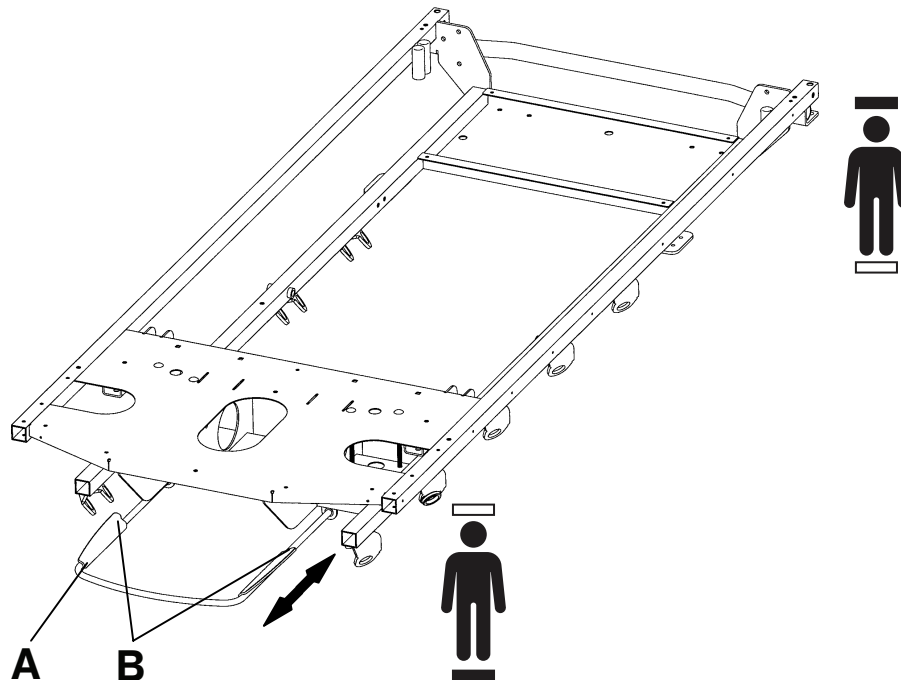

Figure 7 – Positionner le porte-conteneur à déchets
2. Sortir le porte-conteneur à déchets (A) en le glissant de dessous le châssis du plan de couchage (Figure 7).
4. Fixer le haut du bac aux « ailes » (B) du porte-conteneur à déchets.